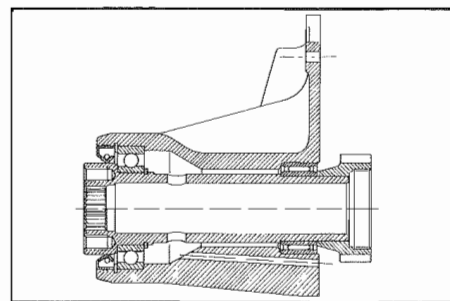

Fig. 71 - Coperchio tendicatena
- Smontare il paraolio anteriore (**Fig. 71**), i cuscinetti e il mozzo dal coperchio. Verificare l'usura dei cuscinetti.
- Remove front oil seal (**Fig. 71**), bearings and hub from cover. Check bearing wear.